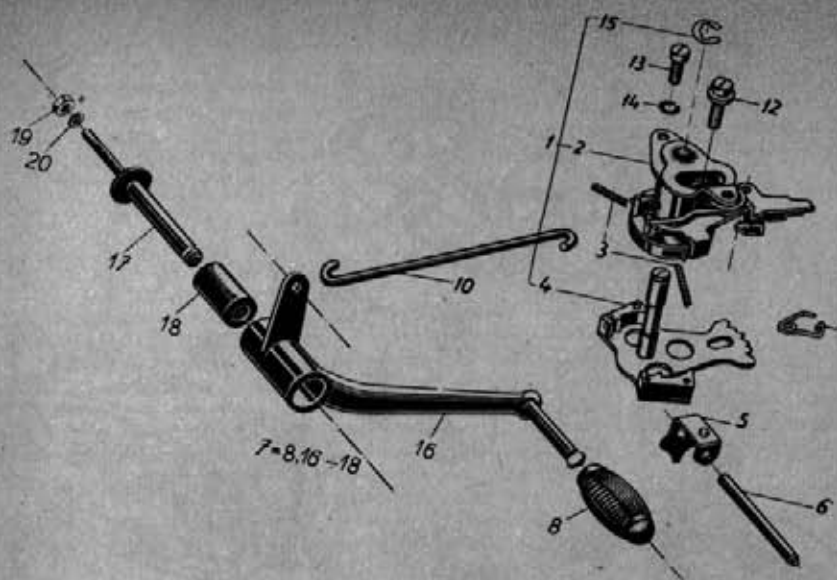
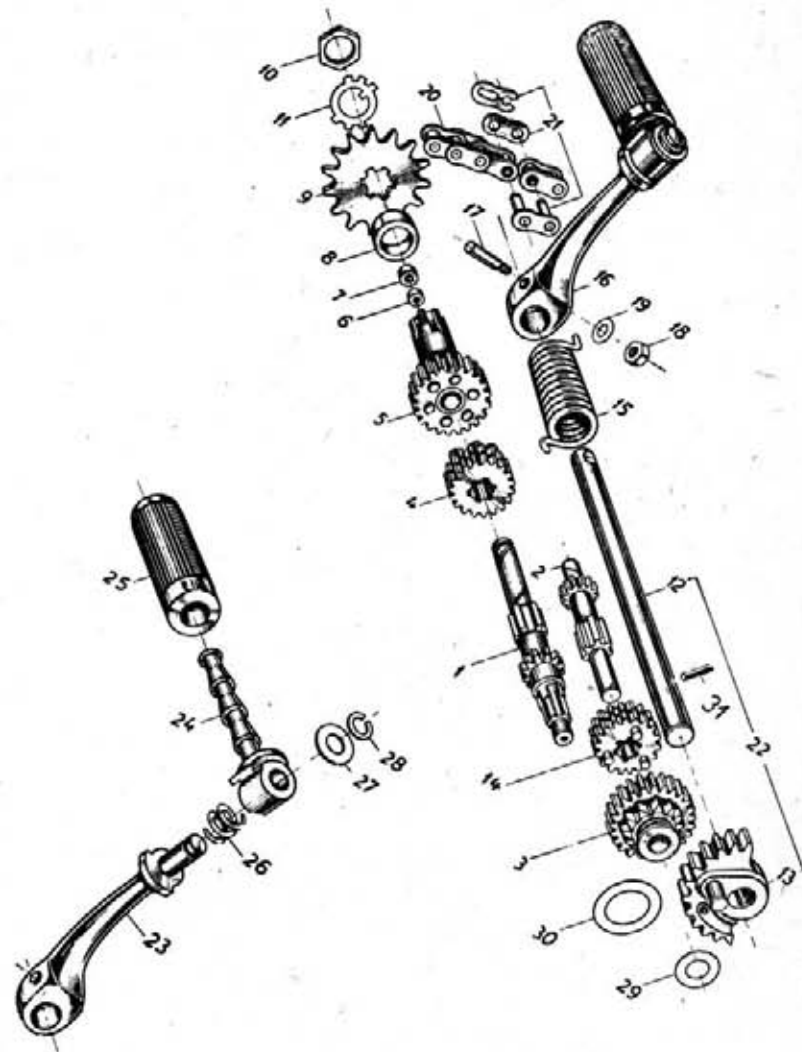

Рис. 37
Рис. 38
#### 39. ДЕМОНТАЖ КОРОБКИ ПЕРЕДАЧ (РИС. 37, 38)
Вынуть проводку (6, рис. 37) вилки (5). Вынуть главный вал (1, рис. 38), шестерню 18 з. (4), вилку, промежуточный вал (2) вместе с конусной шестерней (3) и шестерней 29 з. (14). Возвратную пружину (15) пускового вала (12) высунуть из зажима в правой половине картера двигателя и вал вместе с сегментом (13) высунуть.
Из верхней части правой половины картера двигателя вывернуть болт М 6×18 (13, рис. 37) соединения автоматического устройства переключения передач (1) с правой половиной картера двигателя и автоматическое устройство вынуть. Снять шестерню вторичной передачи и колесо с втулкой (5, рис. 38) выбить деревянной киянкой.
#### 47. МОНТАЖ КОРОБКИ ПЕРЕДАЧ (РИС. 37, 38)
моши девяти болтов (17, 18, 19) половины картера соединить. После того ввернуть упорный винт (12, рис. 37) автоматического устройства.